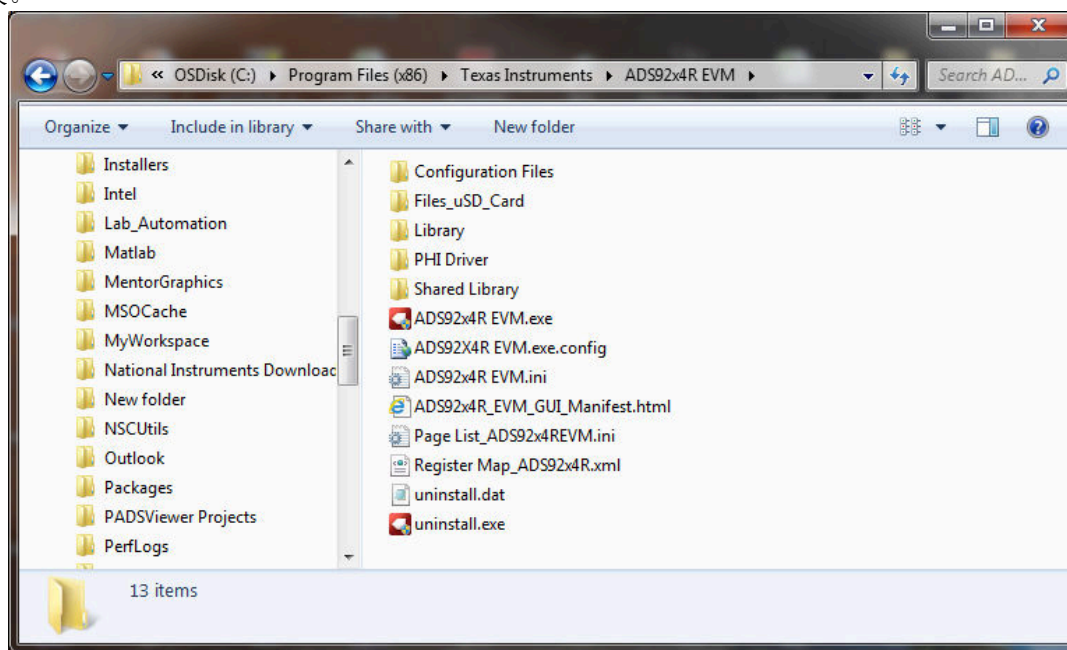

图 6-2. 启动 EVM GUI 软件
3. 双击 *ADS92x4R EVM.exe* 文件以启动 ADS9224REVM-PDK GUI 软件。图 6-2 显示了 ADS9224REVM 软件文件夹。